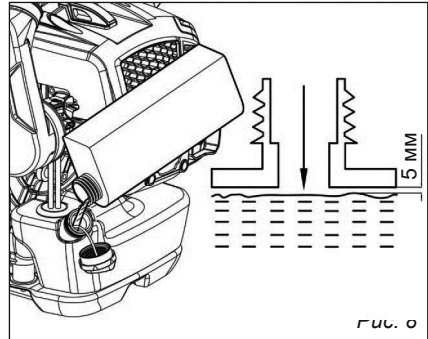

Рис. 8
– С помощью воронки налейте необходимое количество топливной смеси в бензобак. Не заправляйте бензобак полностью, оставляйте место для теплового расширения топлива. рекомендуется заправлять не более 80% от полного объема бака. (рис. 8).